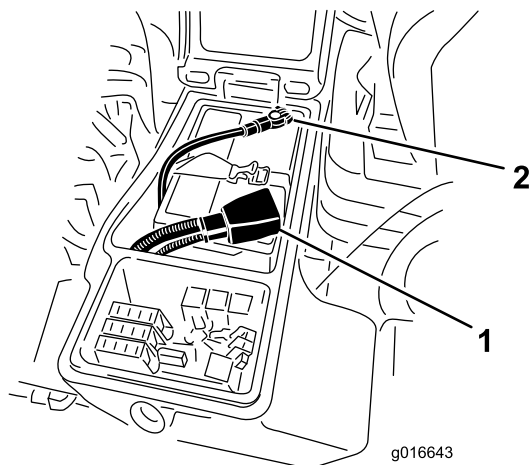

Bild 95
6. Klemmen Sie das Pluskabel (Rot) am Pluspol (+) der Batterie und das Minuskabel (Schwarz) am Minuspol (-) der Batterie an (Bild 95).